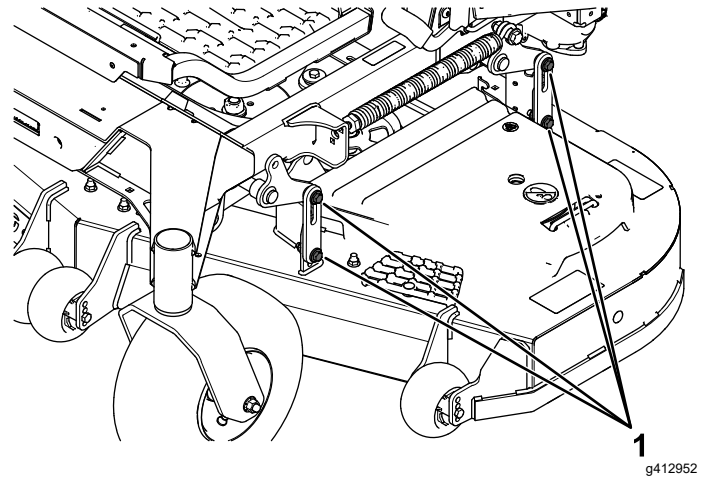

Figura 102
16. Afloje las contratuercas (Figura 102) en las 4 esquinas y asegúrese de que la carcasa de corte queda bien asentada sobre los 4 bloques.